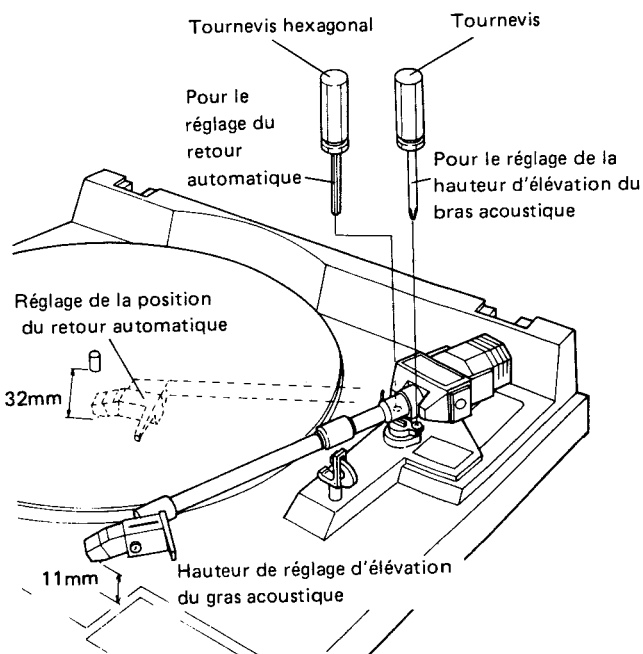

Fig. 12-3 Réglages de la hauteur d'élévation du bras acoustique et du retour automatique
5. Arrêter de tourner la vis de réglage sur le point pour lequel il y a un écart de 32mm entre la pointe de lecture et l'axe central. (Fig. 12-3)